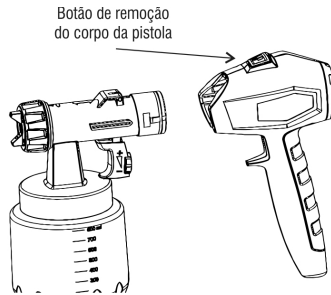

Fig. 11 - Retirando y limpiando el cuerpo de la pistola
- Presione el botón de retirada del cuerpo de la pistola, de acuerdo a como se ve en la Fig. 11;